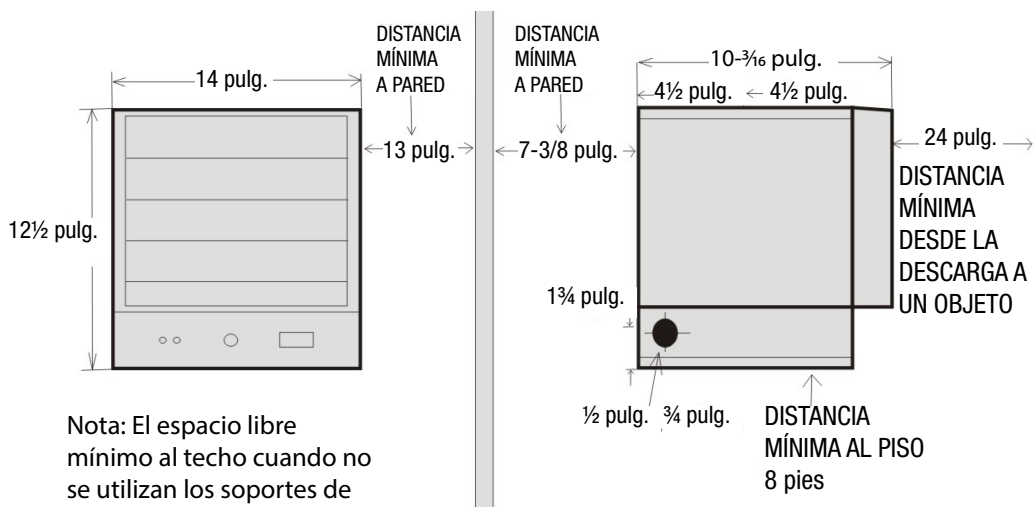

Figura 2
9. Este calefactor debe estar ubicado a 8 pies del piso, como mínimo. Para las distancias libres específicas, vea la figura 2.
Instale el calefactor fuera de las zonas de tránsito y mantenga los espacios libres indicados en la figura 2. La dirección del flujo de aire no debe estar restringida por columnas o máquinas. El flujo de aire solo debe rozar las paredes y no dirigirse directamente a ellas. Cuando se utiliza más de un calefactor en un área, los calefactores se deben disponer de modo que la descarga de aire de cada uno acompañe el flujo de aire de los otros para proporcionar una circulación óptima de aire caliente, como se indica en la figura 3.